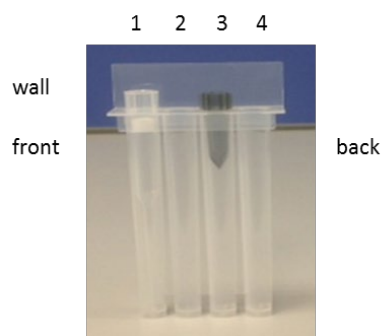

Figura 11. Disposición en el cartucho de puntas
Asegúrese de que la punta (1) y el perforador (3) estén colocados como se muestra en la imagen siguiente (figura 11).